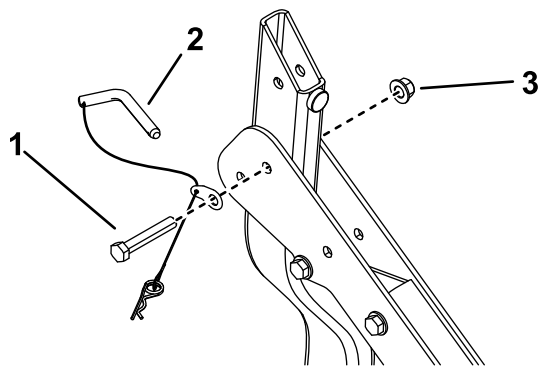

Figura 12
4. Con la ayuda de otra persona, sujete la barra antivuelco y la arandela del cordón a los tubos inferiores de la barra antivuelco con un perno (1/2" x 3") y una contratuerca (1/2") en cada tubo (Figura 12).